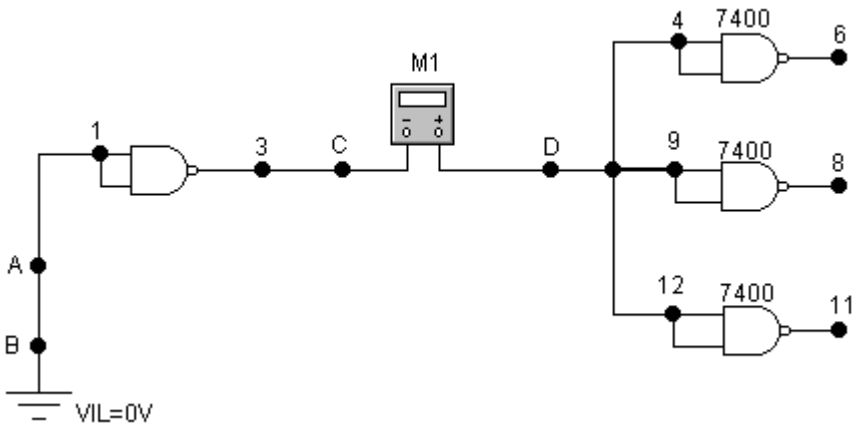

Figura 2.2 Circuito para medir el Fan-out en estado alto.
V.2.2 Construya el circuito mostrado en la figura. 2.2
En el mismo circuito de la figura. 2.2 conectar el amperímetro M1 entre los puntos A - B, poniendo en corto ahora los puntos C y D, y medir la corriente de entrada en estado bajo,  $I_{IL} =$  \_\_\_\_\_